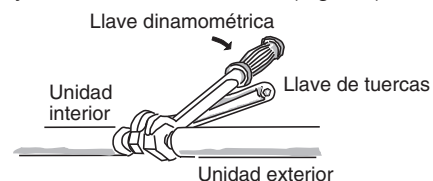

Fig. 5-6
- (2) Para apretar las tuercas abocardadas, aplique el par de torsión especificado.
- Cuando extraiga las tuercas abocardadas de las conexiones de las tuberías o cuando las apriete después de haber conectado las tuberías, asegúrese de emplear una llave de tuercas y una llave dinamométrica. (Fig. 5-6)